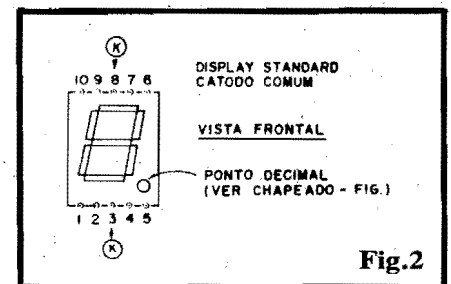

Fig.2
- **FIG. 2 - O DISPLAY - NO FRED**, usamos 3 **displays** numéricos de 7 segmentos, a LEDs (vermelho ou laranja, em sua luminosidade...), obrigatoriamente do tipo **catodo comum**, e com pinagem **standard**. O indicado código MCD198K (ver LISTA DE PEÇAS) admite várias equivalên-